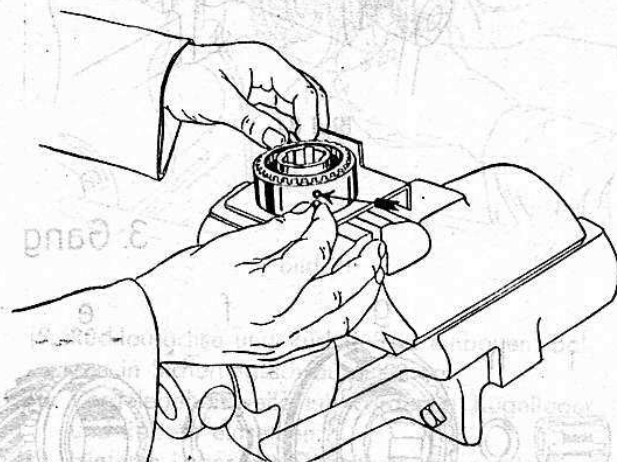

Bild 82
13. Zusammenbau des Gleichlaufkörpers mit Einbauvorrichtung (Wst 154) (Bild 82, 83 und 84). Länge der Druckfedern 13,5 mm.